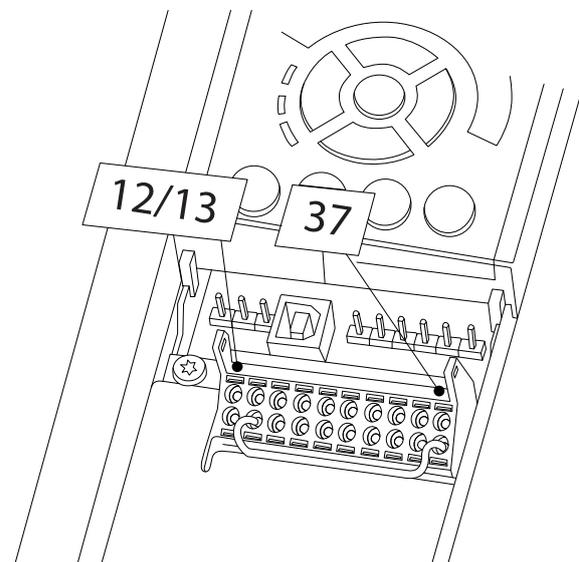

Рисунок 2.35 Перемычка между клеммой 12/13 (24 В) и клеммой 37
1. Снимите перемычку между клеммами управления 37 и 12 либо 13. Разрезать или разорвать перемычку недостаточно, это не сможет защитить от короткого замыкания. (См. перемычку на Рисунок 2.35.)
Если в строке состояния в нижней части LCP отображается сообщение AUTO REMOTE COASTING (Автоматический удаленный сигнал останова выбегом) или Аварийный сигнал 60, Внешн.блокировка, устройство готово к работе, но не хватает входного сигнала на клемме 27. Для получения дополнительной информации см. Рисунок 2.35.